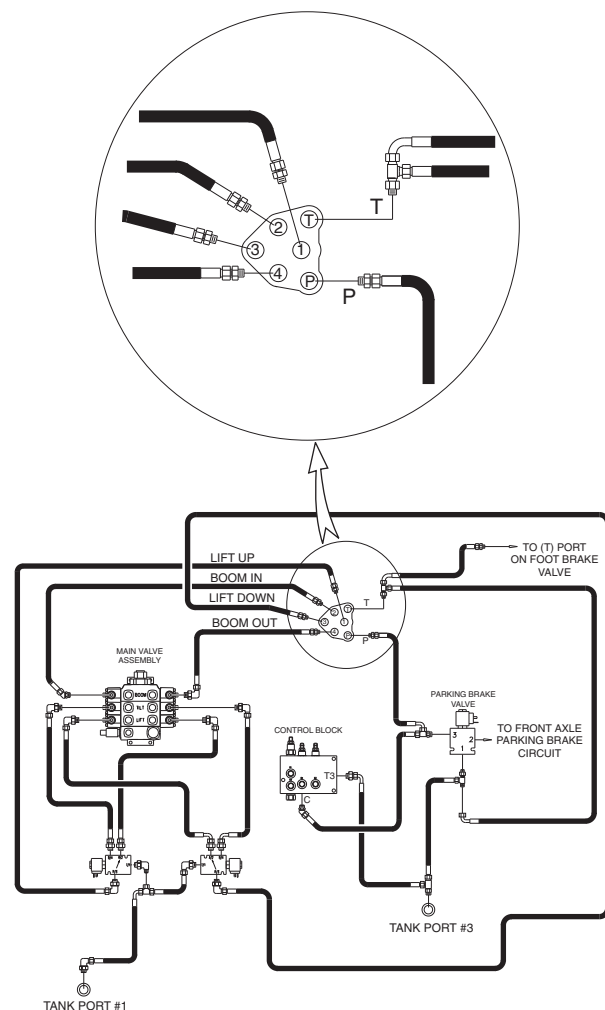

Ilustración 2
- 5 Guiándose por la ilustración 2, etiquete, desconecte y tapone las mangueras de las tomas 1, 2, 3, 4 y P de la palanca de mando. Tape las conexiones.
- 6 Consultando la ilustración 2, localice la conexión T de la palanca de mando. Etiquete, desconecte y tapone la manguera con el conector recto de la conexión en T de la toma en T de la palanca de mando. Tape la conexión.